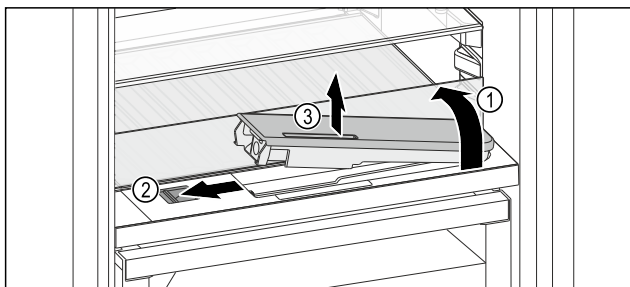

Fig. 240
- Ridicați placa de sticlă și rabatați în spate până la opritor Fig. 240 (1).
- Împingeți zăvorul Fig. 240 (2) spre stânga.
- Scoaterea rezervorului de apă Fig. 240 (3).